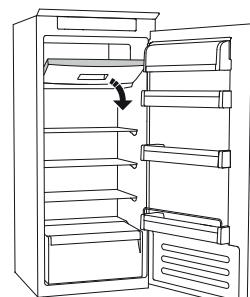

Figura 2
- arrume os alimentos na grelha, se existir (figura 1), ou diretamente no fundo do compartimento (figura 2)
- Abra a porta do compartimento do congelador e retire a gaveta superior (figura 2).